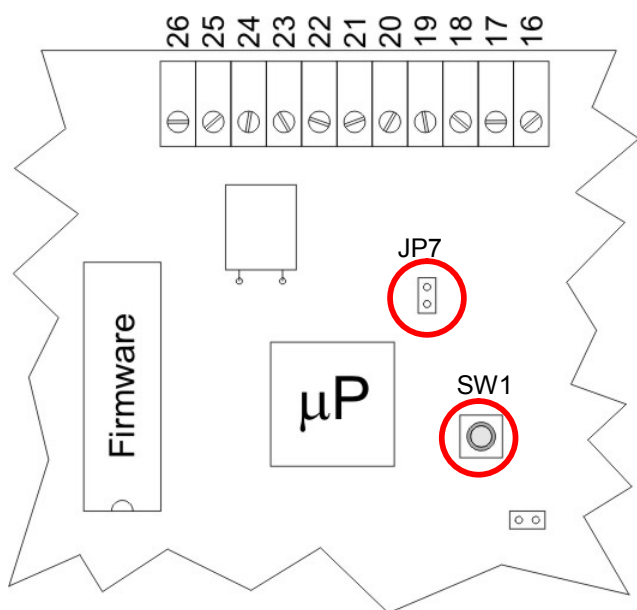

Fig.4: Spaccato scheda di centrale vista da dietro
- inserire il jumper di configurazione **JP7** (Rif.Fig.4, par. 5.1) presente sulla parte posteriore del pannello di visualizzazione / comando.
- eseguire un reset fisico della scheda a microprocessore premendo per un istante il pulsante **SW1** (Rif.Fig.4, par. 5.1).